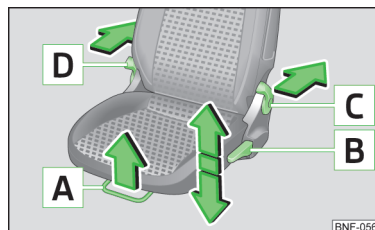

Bild 45
Manöverorgan på förarstolen » bild 45
➤ Dra spaken  » bild 45 i pilens riktning och skjut stolen i önskad position.
➤ Tryck resp. dra spaken  » bild 45 upprepat i någon av pilarnas riktning.
➤ Dra spaken  i pilens riktning » bild 45 och ställ in den önskade lutningen av ryggstödet med ryggen.
- Dra spaken  resp.  » bild 45 och fäll fram ryggstödet.